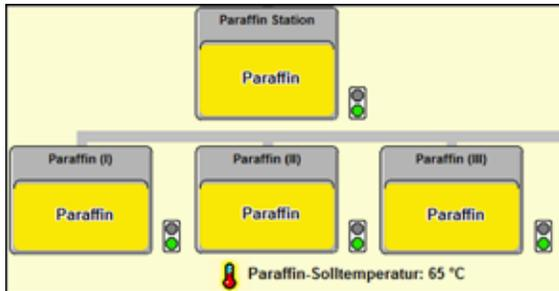

Abb. 42
- Wenn ein Paraffinbad herausgezogen wurde, wird dies durch eine rote Umrandung (Abb. 42) gekennzeichnet und die Ampel neben dem Bad wird rot. Jede Ampel wird ebenfalls rot, wenn die eingestellte Temperatur nicht erreicht, bzw. die Aufschmelzeit noch nicht beendet ist.